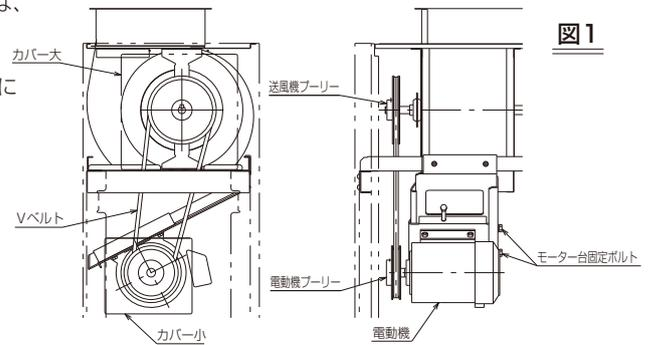

図1
- 2) 電動機・電動機プーリー・送風機プーリーおよびベルトを下記の内容に注意して交換してください。（図1）